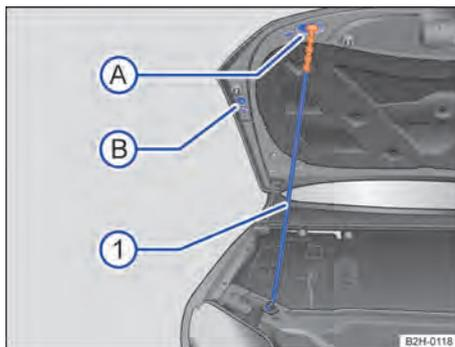

Fig. 172 Fixar a tampa do compartimento do motor com a haste de sustentação (representação esquemática).
5. Desencaixar a haste de sustentação no punho de cor contrastante, no lado direito do painel dianteiro → Fig. 172 ①.
6. Introduzir a haste de sustentação no punho colorido, no suporte → Fig. 172 Ⓐ ou Ⓑ.
2. Desencaixar a haste de sustentação no punho colorido, da abertura e encaixar no suporte, no lado direito do painel dianteiro → Fig. 172 ①.